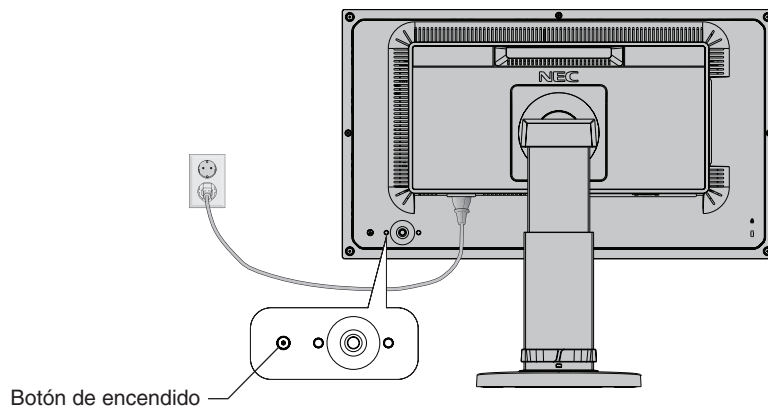

Figura E.1
9. Encienda el ordenador y el monitor pulsando el botón de encendido situado en la parte trasera del monitor (**figura E.1**).